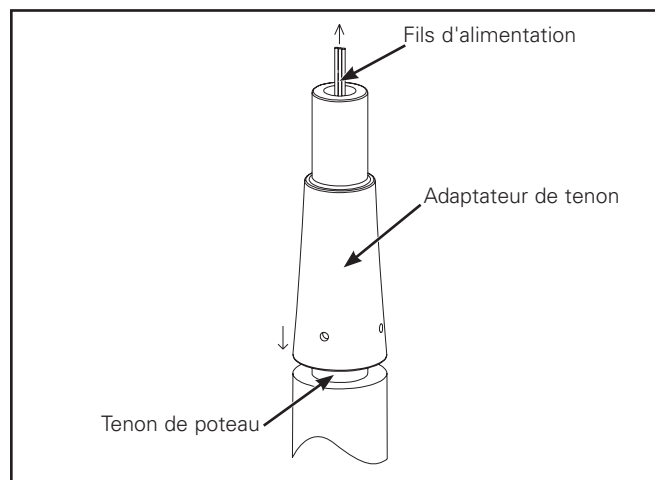

Figure 16.
- Insérez l'adaptateur de tenon dans le tenon du poteau en le faisant glisser. (Figure 16.)